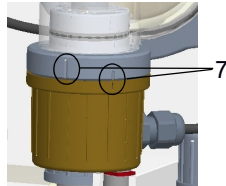

Abb. 24 Ausschnitt Verschlusskappe
- 26 Verschlusskappe durch Rechtsdrehung bis zur Markierung (1) wieder aufschrauben (siehe Abb. 24). Vorsicht Signalkabel nicht abziehen!